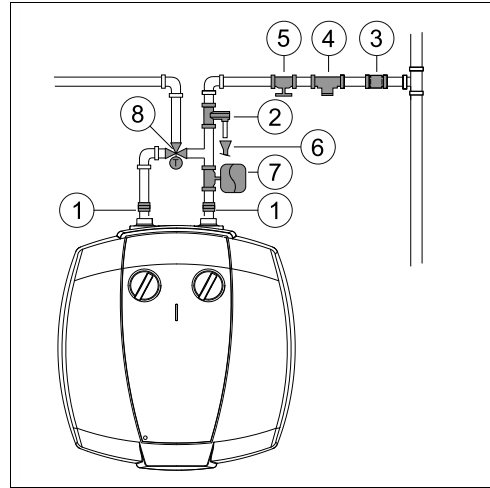

Fig. 11 Toma de agua
- ▶ Cerrar la válvula de cierre de agua (→ fig. 11, [4]).
- ▶ instalar una válvula de reducción de presión (Fig. 11, [4]). La válvula diferencial se activará siempre que la presión del agua en el aparato sea superior a 8 bar ( $\pm 0,5$  bar), en este caso deberá existir la posibilidad de desviar el agua.
- ▶ instalar un vaso de expansión (Fig. 11, [7]) para evitar que la válvula diferencial se abra con tanta frecuencia. El volumen del vaso de expansión debe ser equivalente al 5% del volumen del dispositivo.